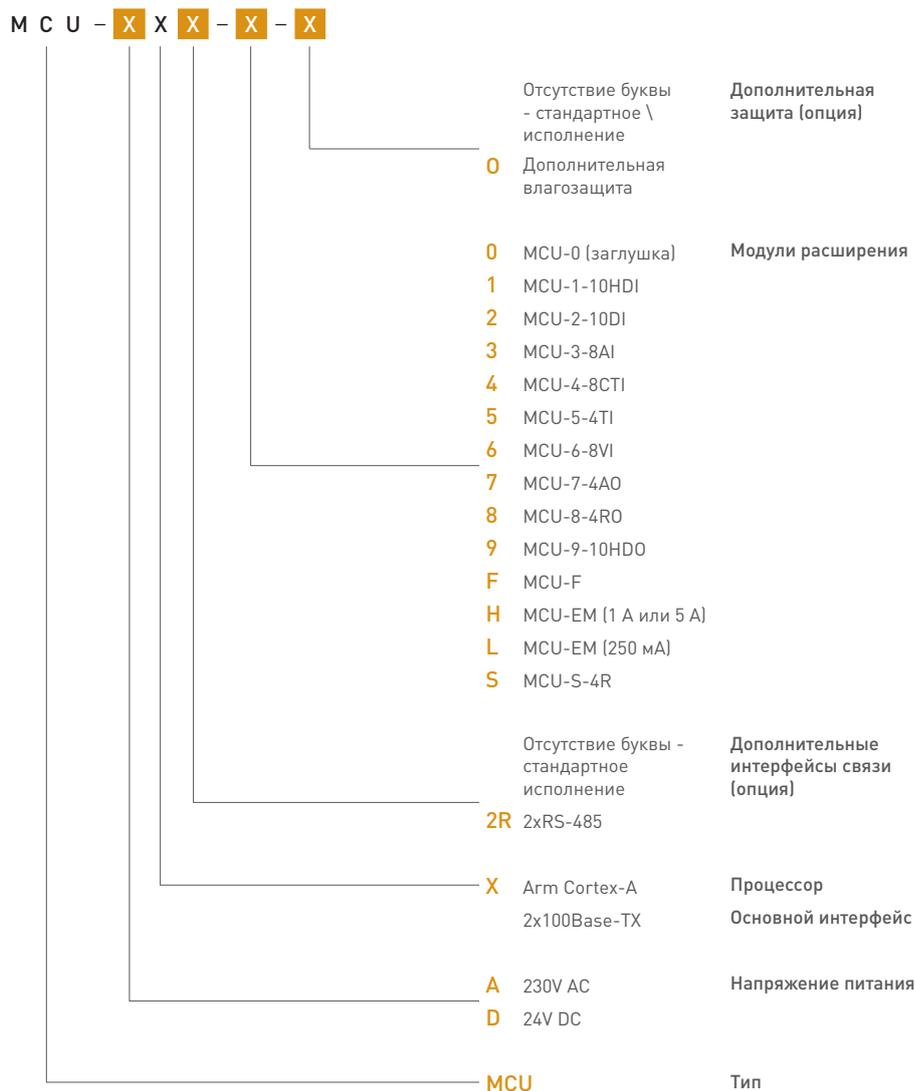

Рисунок 1.1 – Информация для заказа
Ниже, на рис. 1.1, приведены все возможные модификации базового модуля MCU-AX(DX) в комбинации с модулями расширения и опциями устройства.